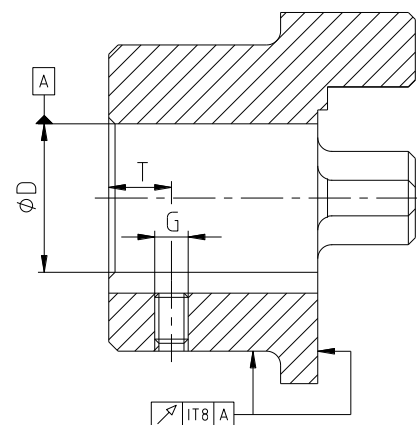

Figura 9: Exactitud de concentricidad y excentricidad
- En el mecanizado del agujero por parte del cliente se debe mantener la precisión de excentricidad axial y la concentricidad (véase figura 9).